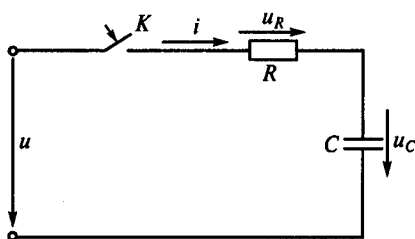

Рис. 156
**4.25.** В какой момент времени периода переменного тока должен быть замкнут ключ  $K$  на рис. 156, чтобы в цепи не возникло переходного процесса, если  $u = U_{\max} \sin \omega t$ ?
**4.26.** Чему равно начальное значение тока  $i(0+)$  на рис. 156, если цепь подключается к сети в момент, когда  $u = U_{\max}$ , а напряжение сети изменяется по закону  $u = U_{\max} \sin \omega t$ ?